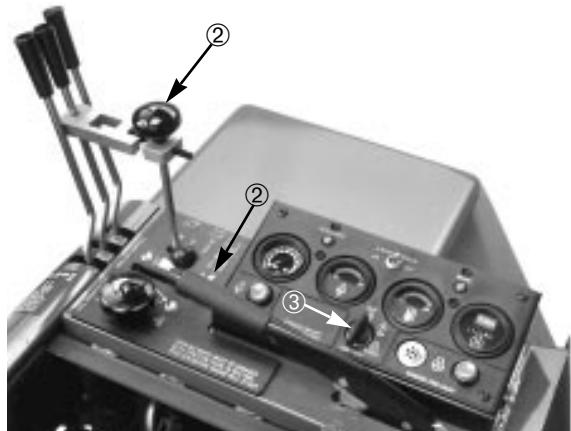

Figure 14
2. Prendre place sur le siège et serrer le frein de parking (Fig. 14). Tourner la clé et essayer de démarrer le moteur en plaçant le levier de tonte/rodage (Fig. 14) en positions MOW (TONTE) et BACKLAP (RODAGE). Si le moteur se lance, alors un dysfonctionnement est présent et doit être réparé immédiatement. Dans le cas contraire, la commande d'entraînement de coupe fonctionne correctement.
3. Prendre place sur le siège et desserrer le frein de parking (Fig. 14). Tourner la clé et essayer de démarrer le moteur en plaçant le levier de tonte/rodage (Fig. 14) en position STOP. Si le moteur se lance, alors un dysfonctionnement est présent et doit être réparé immédiatement. Dans le cas contraire, la commande de frein fonctionne correctement.
- Serrer le frein de parking (Fig. 14), démarrer le moteur et abaisser les unités de coupe. Déplacer le levier de tonte/rodage (Fig. 14) en position MOW. Se soulever du siège: le moteur doit s'arrêter dans les secondes qui suivent. Se soulever à nouveau du siège quand le levier en est en position BACKLAP. Le moteur doit s'arrêter, ce qui indique que le système de sécurité fonctionne correctement. Si le moteur continue de tourner, il existe un dysfonctionnement qui doit être réparé immédiatement.